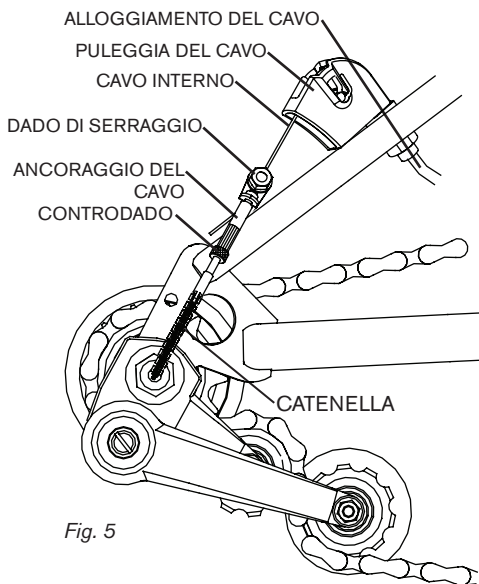

Fig. 5
- Infilare il cavo interno attorno alla puleggia del cavo (fig. 5)
La regolazione viene eseguita allentando il controdado, ruotando il cilindro dell'ancoraggio del cavo (fig. 5) per ottenere la regolazione corretta, e poi serrando nuovamente il dado.
- Svitare il controdado della catenella (fig. 5)